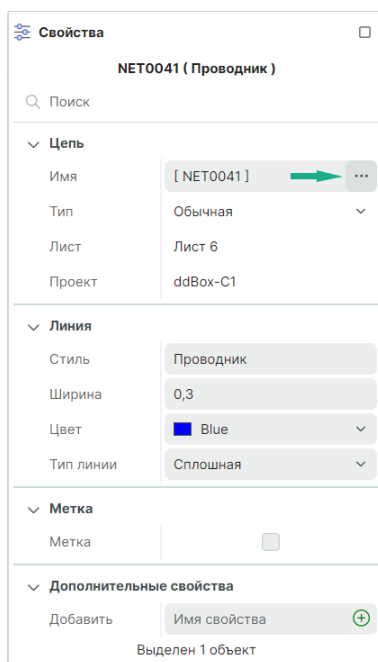

Рис. 106 Переход к переименованию цепи
- Из панели «Свойства» → раздел «Цепь» → пункт «Имя» → символ «•••», см. Рис. 106.